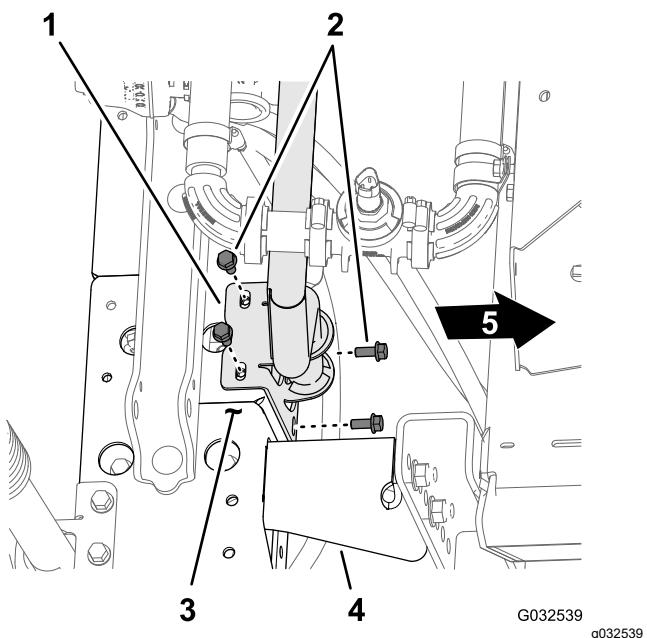
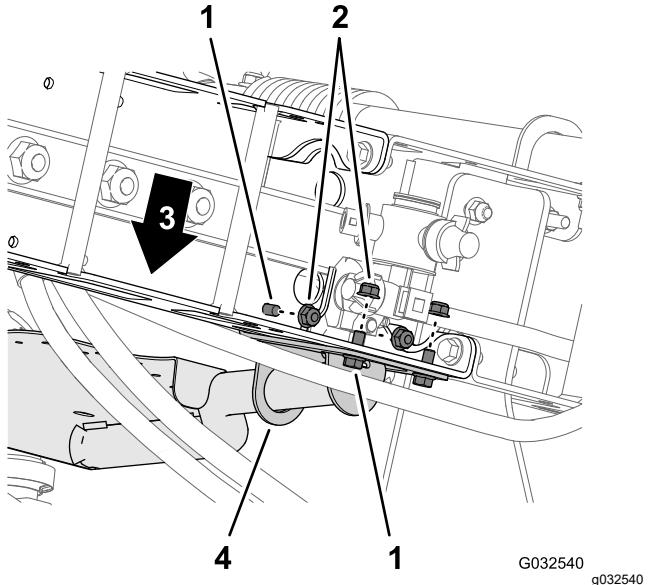

Рисунок 62
Рисунок 63
2. Совместите отверстия в монтажном кронштейне опоры крепления клапанов с отверстиями в ферменной раме средней секции стрелы (Рисунок 62).
3. Установите опору крепления клапанов на ферменную раму (Рисунок 62 и Рисунок 63) при помощи 4 болтов (5/16 x ¾ дюйма) и 4 фланцевых контргаек (5/16 дюйма).